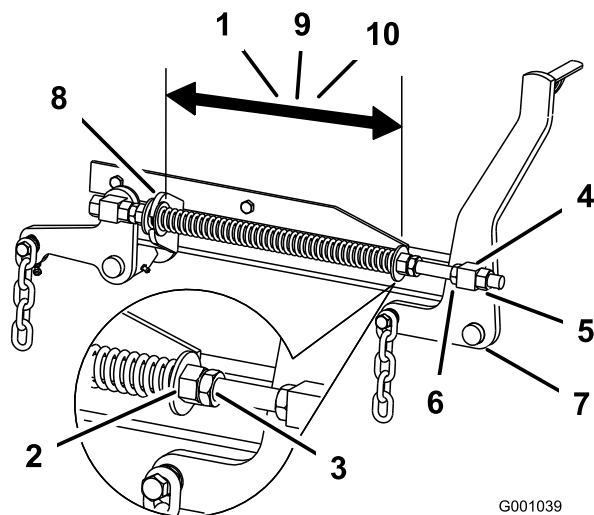

Figura 113
2. Verificate la distanza tra le 2 rondelle grandi, deve essere pari a 28,2 cm per i piatti di taglio da 132 cm, 26,7 cm per i piatti di taglio da 152 cm, o 29,2 cm per i piatti di taglio da 183 cm (Figura 113).
3. Regolate questa distanza allentando il controdado per molla e girando il dado davanti ad ogni molla (Figura 113).
4. Bloccate il dado serrando il controdado della molla (Figura 113).